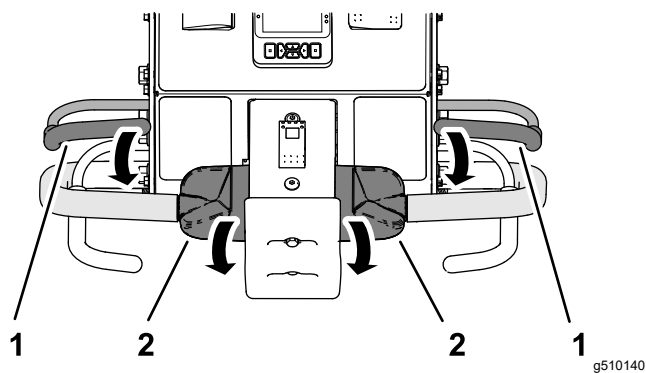

図 33
2. どちらかのオペレータベイルをハンドルバーと共に握り込み、走行コントロールの上部を前方に回転させる 図 33。